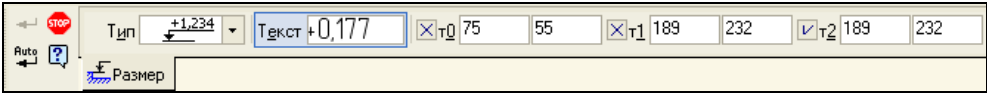

Рис. 11.33. Панель свойств в режиме построения высоты
- ♦ щелкните ЛК мыши по кнопке **Размер высоты** . На Панели свойств имеется раскрывающийся список **Тип**, где вы должны выбрать тип надписи (рис. 11.33);